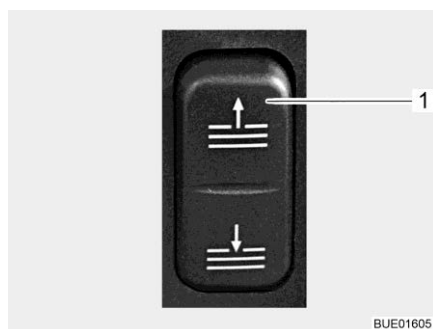

Bild 45 Brytare (elektrisk manövrering för plisségardin)
- Öppna och stänga: ■ Tryck på knappen på instrumentbrädan (Bild 45,1).